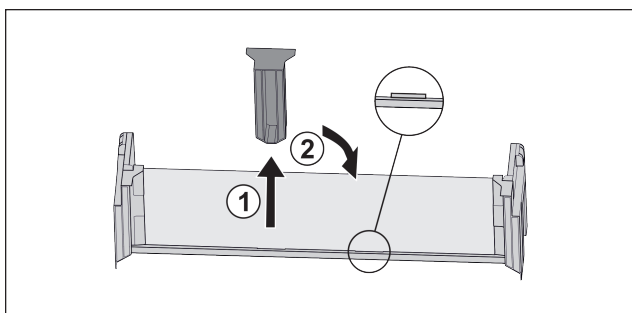

Fig. 94
- ▶ Stáhněte prostřední přídržný díl Fig. 94 (1).
- ▶ Vložte prostřední přídržný díl do druhé polohy Fig. 94 (2).